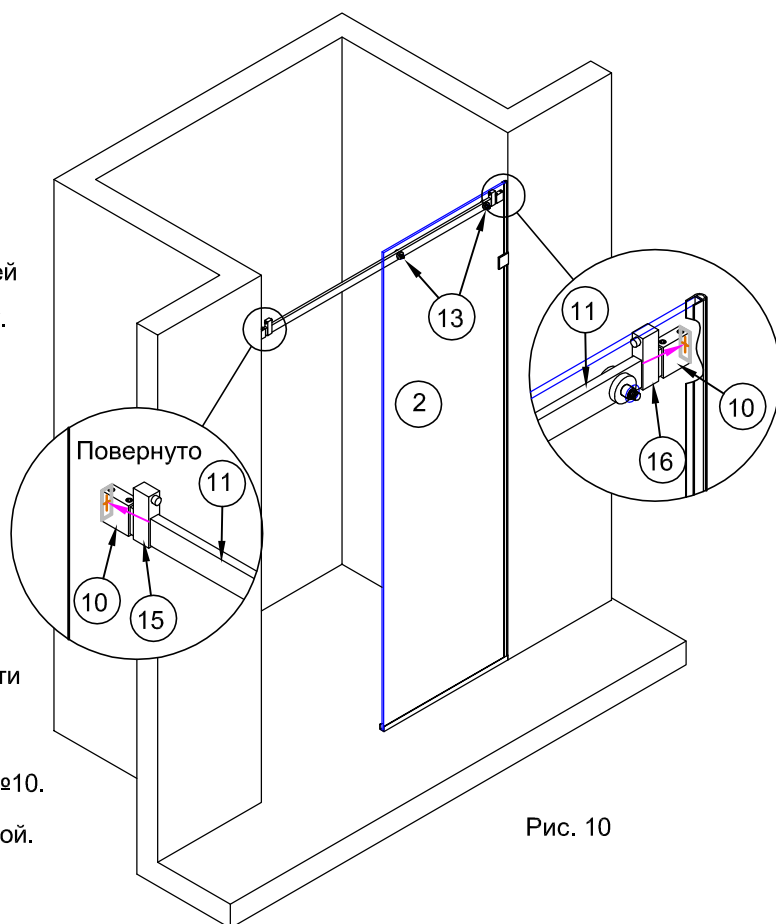

Рис. 10
3.3. Установить рельс собранный в п.3.2. шпильками креплений №13 в отверстия панели №2 (рис.10).
3.4. При помощи уровня обеспечить горизонтальное положение рельса. На левой и правой стенах отметить положение оси рельса №11 под крепление фиксирующей бобышки (рис.10). Снять рельс и отложить его в сторону.
Вставить в отверстия дюбели №17. При необходимости использовать молоток. (рис.10)